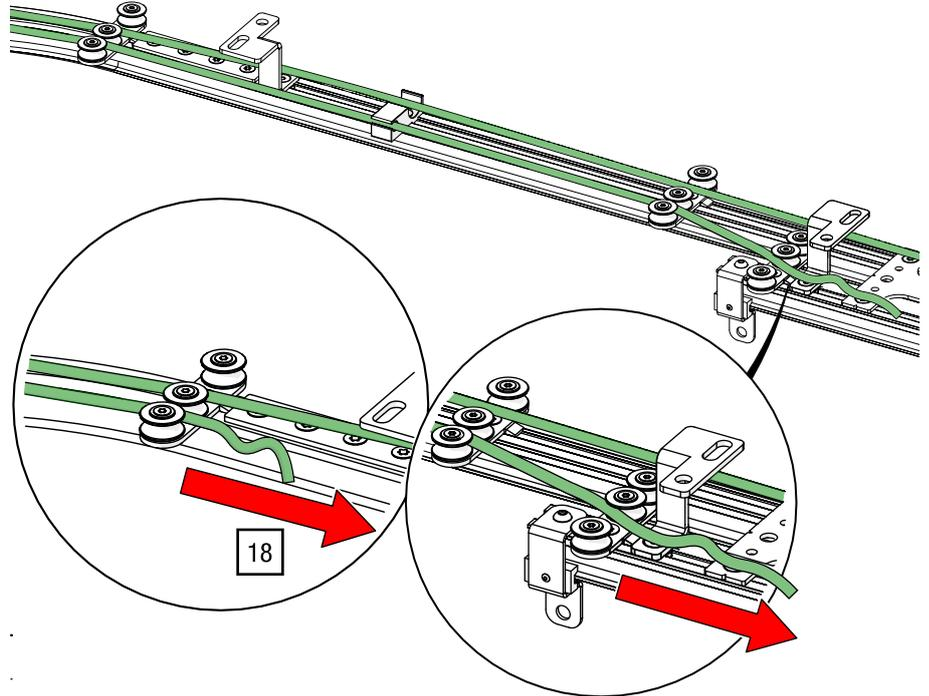

Abb. 98: Obenliegende Seilführung – Seilende durch Umlenkrollen zurück auf den ersten Schienenteil führen
18. Nur bei zweiläufigem Schienensystem: Führen Sie das Seilende durch die Führungsrollen zurück auf den ersten Schienenteil (siehe Abb. 98).